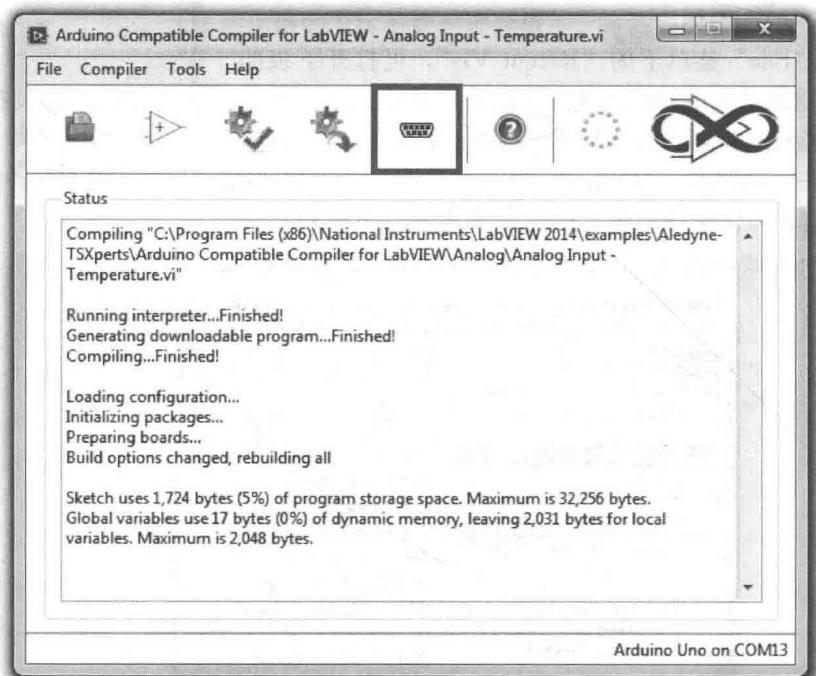

图 1-10 串口监视命令图标
(1) 串口监视命令图标。“LabVIEW Arduino 嵌入设计编译器”主屏工具栏第五个图标即是用于串口监视命令图标(见图 1-10)。